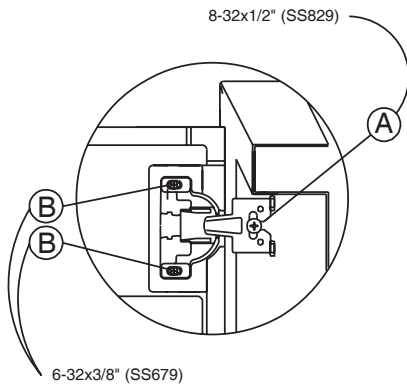

Fig. 10 图 10
- 5) See Fig. 10 for Side Aluminum Plate application.
- 5) 参照图 10 的说明安装侧铝板。
- B. Attach the side kit brackets to the cabinet as shown in Fig. 10
- B. 如图 10 所示安装侧镜支架。